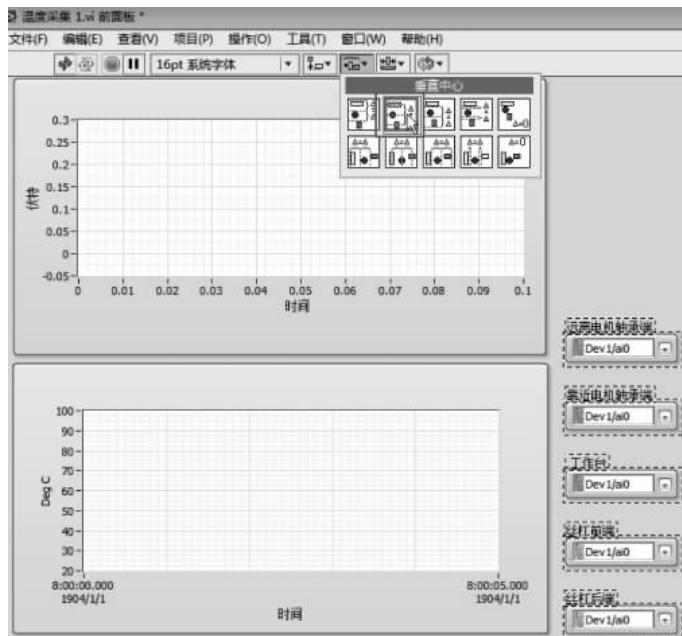

图 3-36 设置控件间等间隔
(2) 等间隔。单击工具栏中的“分布对象”→“垂直中心”图标,如图 3-36 所示。